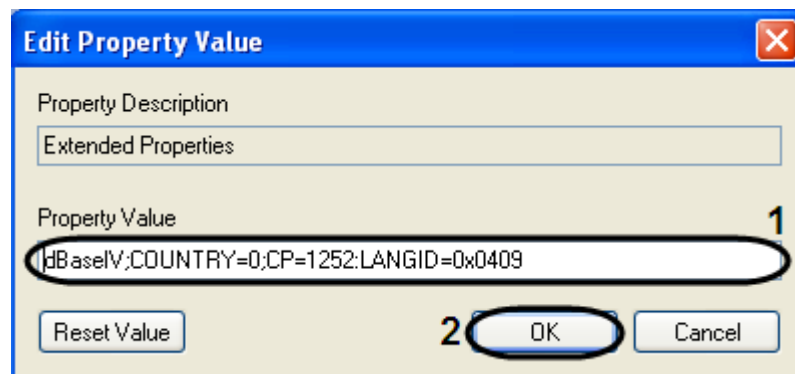

Fig. 9.3—7 Edit property value
- 10.9. Click OK to close the window «Edit property value» (Fig. 9.3—6, 5).